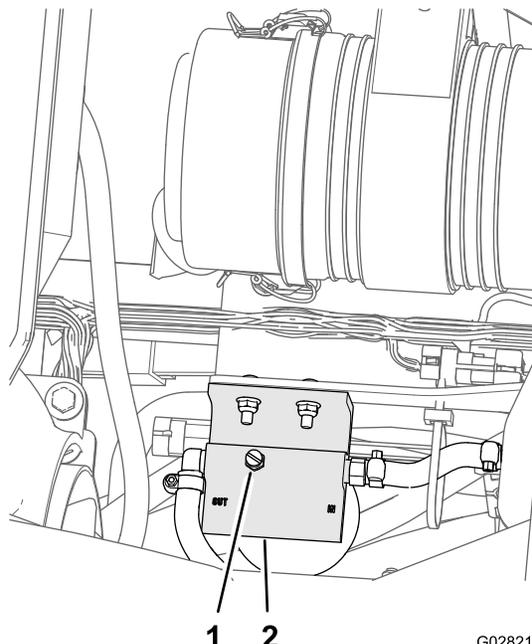

Рисунок 78
5. Ослабьте вентиляционную пробку в верхней части водоотделителя топливной системы (Рисунок 78).
- Затяните вентиляционную пробку и поверните замок зажигания в положение Выкл. (Рисунок 78).